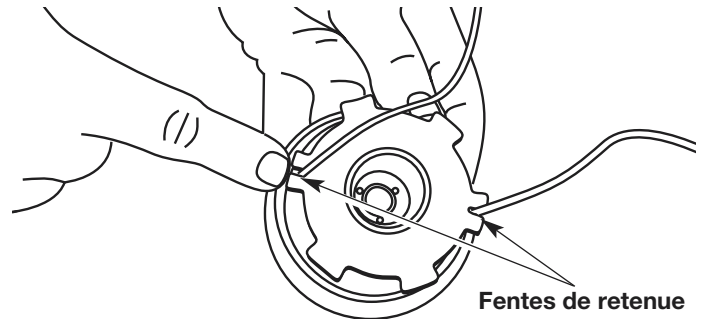

Fig. 21
- Insérez les extrémités du fil dans les deux fentes de retenue (Fig. 21).